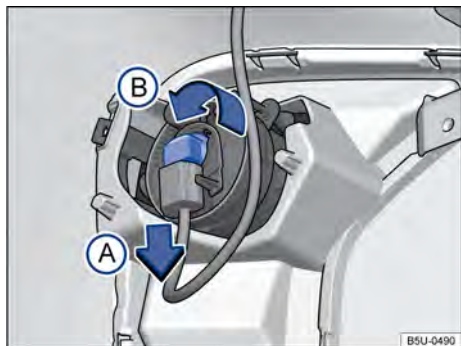

Fig. 172 Atrás do para-choque dianteiro: acesso à lâmpada incandescente do farol de neblina.
- 2 Desencaixar o conector de alimentação da lâmpada → Fig. 172 no sentido da seta [A], pressionar, ao mesmo tempo, a trava de fixação do conector.
- 3 Girar o soquete da lâmpada → Fig. 172, no sentido anti-horário da seta [B], e desencaixá-lo do alojamento.